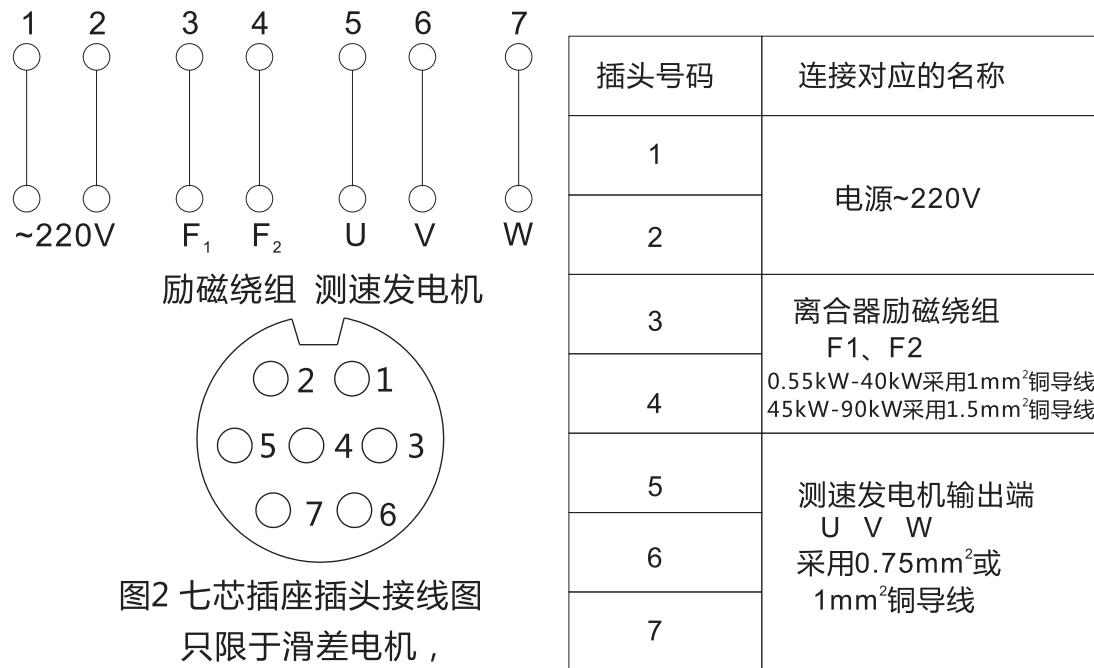

图2 七芯插座插头接线图
控制器接线非常方便，所有输入、输出线都通过面板下方的七芯插座进行连接，插座各芯与相应各线的连接见图2。
- 7.1、控制器按图2的要求连接接线路。
- 7.2、将面板上的转速指令电位器2置于0位(逆时针最小位置),接通电源合上面板上的主令开关8, 电源指示灯7亮(红色)。转动面板上的转速指令电位器2用100V以上的直流电压表测量励磁绕组输出端(图2中3, 4端)应有：0~90V的突跳电压，此时，开环工作正常(仅对JD □)。